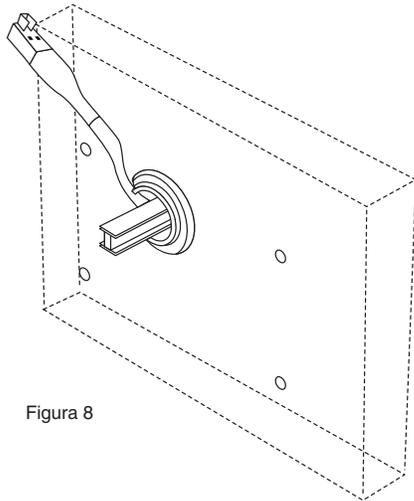

Figura 8
2. Instale la botonera según las instrucciones de LA GARD (P/N 762.128); el eje debe sobresalir 0,350" (9 mm) de la superficie de montaje (figura 8).